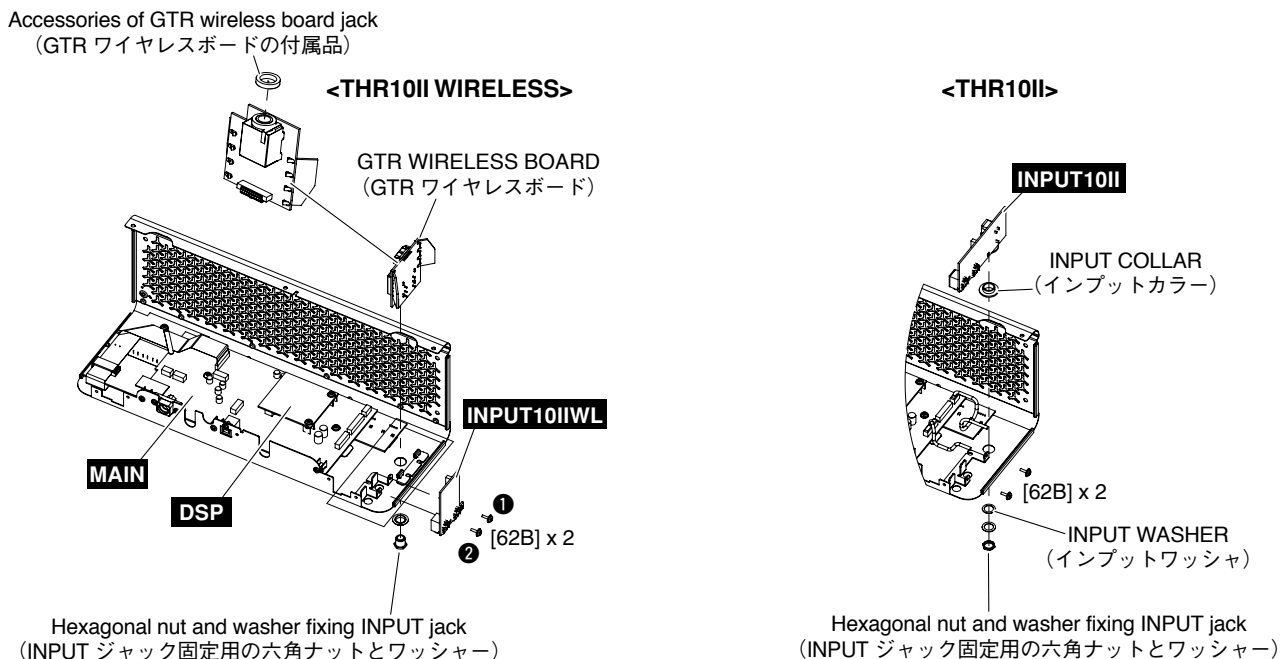

Fig. 5 (図 5)
- 2-2. Remove the hexagonal nut and washer fixing INPUT jack. The GTR wireless board can then be removed. (Fig 5)
- 3-2. **THR10II WIRELESS** : Remove the two (2) screws marked [62B]. The INPUT10IWL circuit board can then be removed. (Fig. 5)
* *Tighten the screws in the numerical order of ❶ and ❷ in the figure during installation of the INPUT10IWL circuit board. (Fig. 5)*
THR10II : Remove the two (2) screws marked [62B], the hexagonal nut and washer fixing INPUT jack. The INPUT10II circuit board, input washer and input collar can then be removed. (Fig. 5)
- 2-2. INPUT ジャック固定用の六角ナットとワッシャーを外して、GTR ワイヤレスボードを外します。(図 5)
- 3-2. **THR10II WIRELESS** : [62B] のネジ 2 本を外して、INPUT10IWL シートを外します。(図 5)
※ INPUT10IWL シートを取り付けるときは、図中の数字 ❶、❷ の順にネジ締めをしてください。(図 5)
THR10II : [62B] のネジ 2 本と INPUT ジャック固定用の六角ナットとワッシャーを外して、インプットワッシャー、インプットカラー、INPUT10II シートを外します。(図 5)